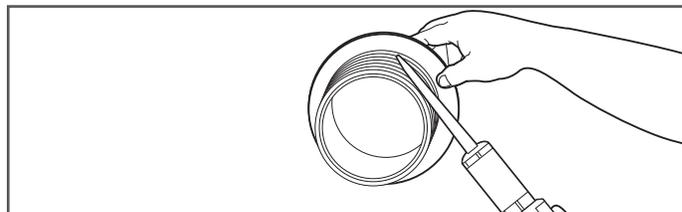

Figura 22-6
4. Aplique una cantidad generosa del adhesivo, No. de Parte UGF-EPB-50, a la superficie acanalada para el sellado de acoplamientos de entrada. Asegúrese de usar el adhesivo suficiente para lograr una cobertura total. (Figura 22-6)